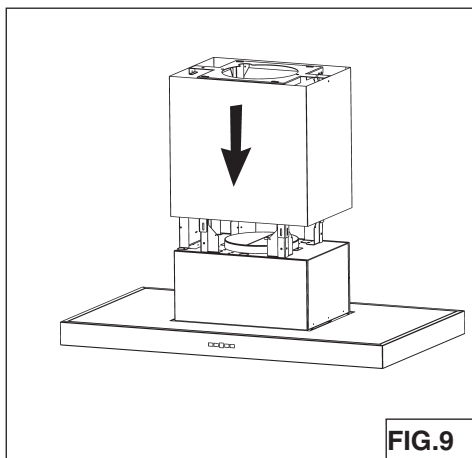

FIG.9
- Introduire le **conduit supérieur** à la structure de support (Fig. 9).
- Monte la campana al techo con los (4) tornillos 6x70mm instalados previamente. Apriete estos tornillos. Instale (2) tornillos de 6x70mm adicionales, como se muestra en la ilustración. Asegúrese de que todos los (6) tornillos estén firmes.
- Fixez la hotte au plafond et installez le (2) vis supplémentaires (6x70mm).